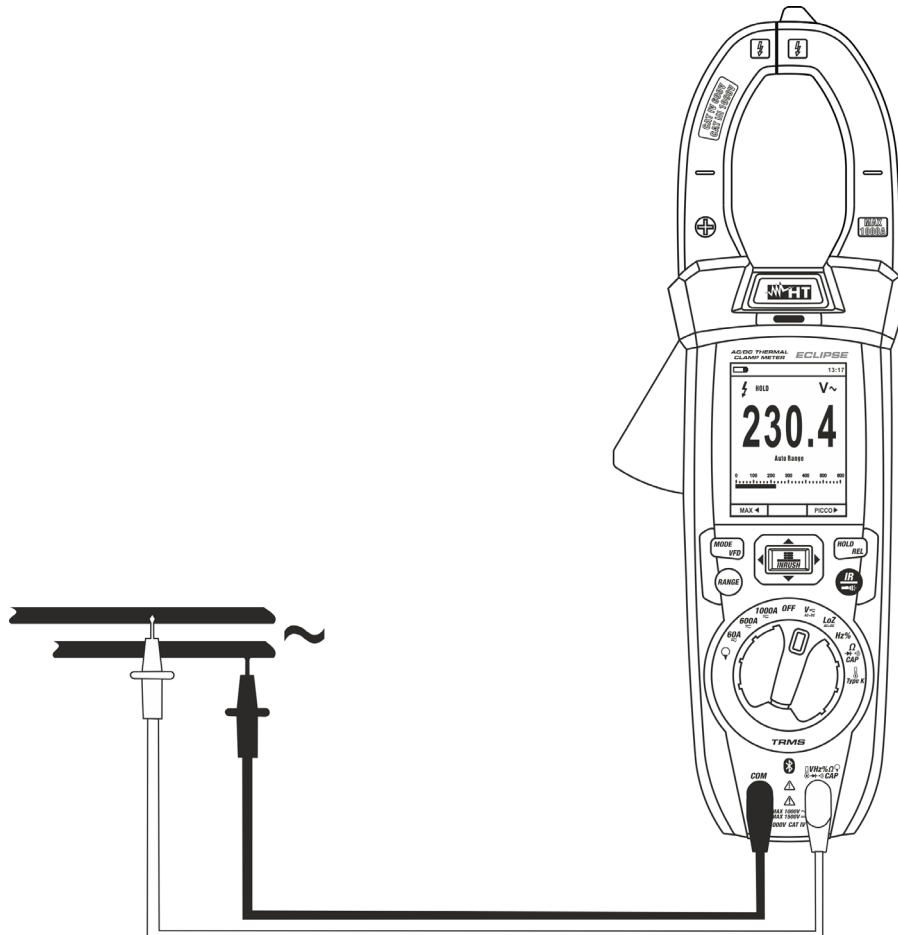

Abb. 24: Verwendung des Gerätes für AC, AC+DC, VFD Spannungsmessung
4. Verbinden Sie die rote Messleitung und die schwarze Messleitung mit den gewünschten Messpunkten des zu messenden Kreises (siehe Abb. 24). Der Spannungswert erscheint auf dem Display.